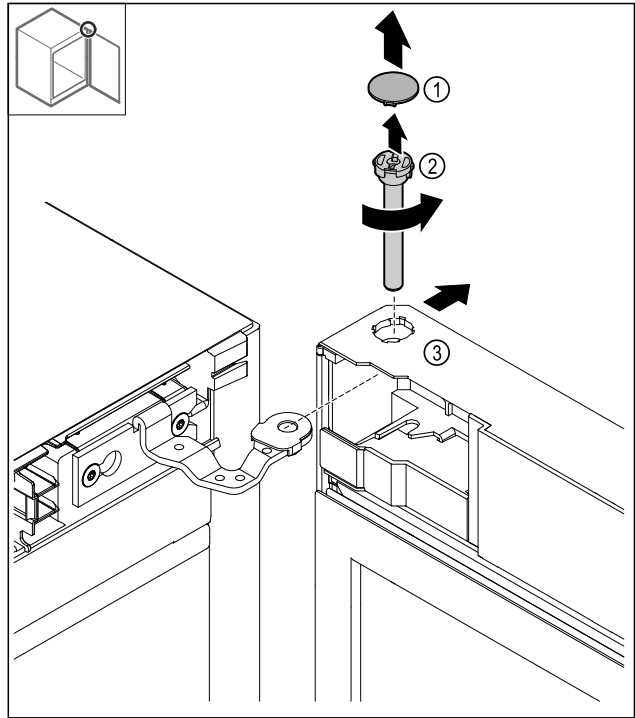

Fig. 14
- Retirer le cache Fig. 14 (1).
- Dévisser le boulon Fig. 14 (2) dans le sens inverse des aiguilles d'une montre et le retirer.
- Basculer légèrement la porte Fig. 14 (3).